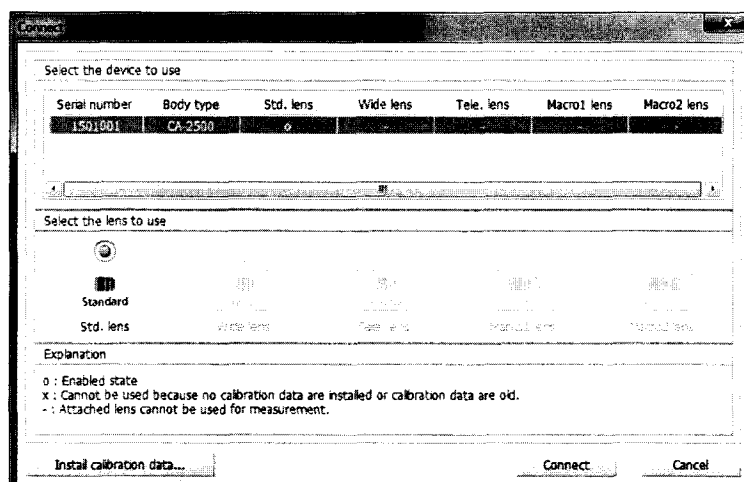

Рисунок 4
7.4.4 Откроется диалоговое окно «Connect» (рисунок 4). Выбрать прибор, нажав на его серийный номер. Если объектив прибора, который вы хотите использовать, отмечена знаком «Δ», вставьте DVD, соответствующий серийному номеру вашего прибора, с необходимыми данными калибровки в привод DVD и нажмите кнопку «Install calibration data». Установка начнется автоматически. Выбрать тип объектива в соответствии с комплектацией прибора: «Std.lens» (Стандартный объектив), «Wide lens» (широкоугольный объектив), «Tele.lens» (телеобъектив), «Macro1 lens» (телеобъектив с макрокольцом 1) или «Macro2 lens» (телеобъектив с макрокольцом 2). Нажать кнопку «Connect». При появлении диалогового окна «Instrument information» закройте его.